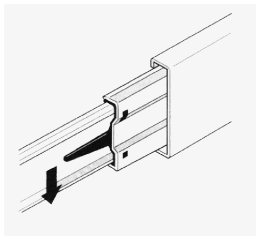
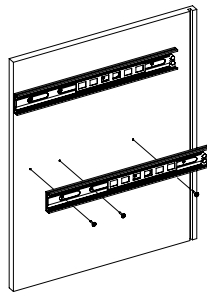

Рис.1
Рис.2
- Отсоедините от основания телескопических направляющих внутренние планки, отогнув пластиковый рычажок фиксатора (Рис. 1). Основания телескопических направляющих закрепите на деталях 2, 3, 4, 5 винтами М5x8 (Рис. 2). !!! Приложите телескопическую часть отверстиями к отверстиям на боковине тумбы, чтобы они были отцентрованы относительно друг друга. Вкрутите винты М5x8 с помощью шурупверта, приложив немного усилий. **Внимание:** винт М5x8 должен заходить с натягом для максимально плотной фиксации телескопических направляющих.